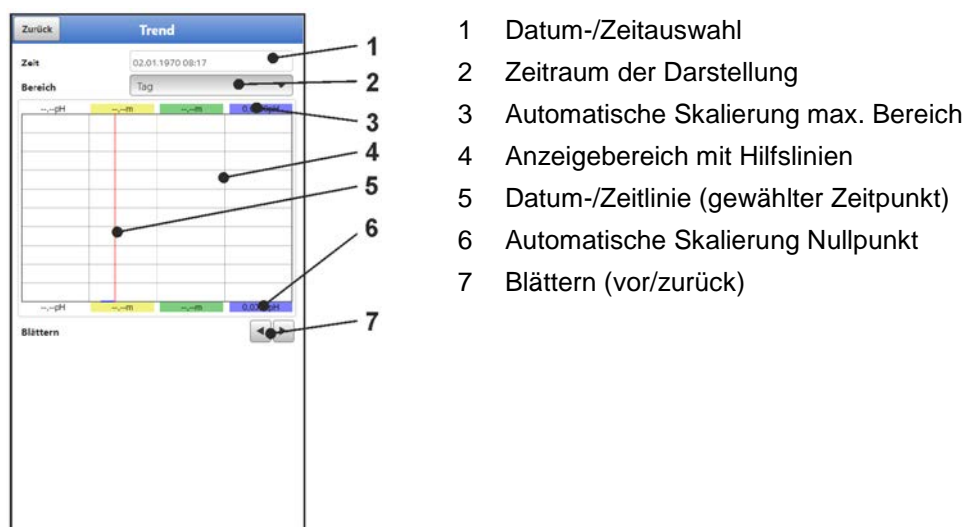
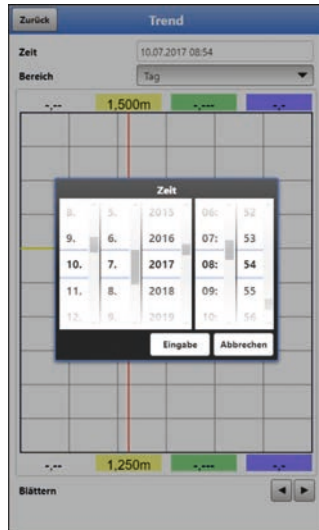

Abb. 40-2 Darstellung Trendanzeige
Abb. 40-3 Auswahl von Datum/Zeit
1. Gewünschten Bereich (Zeitraum der Darstellung; Abb. 40-2 Pos. 2) auswählen. Der ausgewählte Bereich (bis zum aktuellen Zeitpunkt) wird dargestellt. Während der Darstellung erfolgt keine automatische Aktualisierung der Messdaten (die aktuellen Messdaten werden im unteren Drittel der Hauptanzeige gezeigt).
2. Bei Bedarf mit den Pfeilen (Abb. 40-2 Pos. 7) vor- und zurückblättern bei gleicher Grundeinstellung der Darstellung.
Beim Öffnen des Trend-Menüs werden das aktuelle Datum und die aktuelle Uhrzeit angezeigt. Wenn historische Messdaten bzw. ein spezieller Zeitpunkt angezeigt werden sollen, kann das über die Datum-/Zeitauswahl (Abb. 40-2 Pos. 1) eingestellt werden. Hier öffnet sich die nachfolgend abgebildete Auswahlmaske (Abb. 40-3). Wenn ein Startdatum gewählt ist, werden (abhängig vom eingestellten Bereich) die Messdaten im darunterliegenden Anzeigebereich dargestellt.